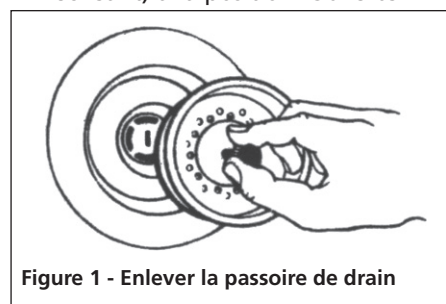

Figure 1 - Enlever la passoire de drain
1. Ôter la passoire de drain de l'évier et/ou le bouchon (voir la figure 1). Tourner la valve du drain (le cas échéant) à la position 'Ouvverte'.